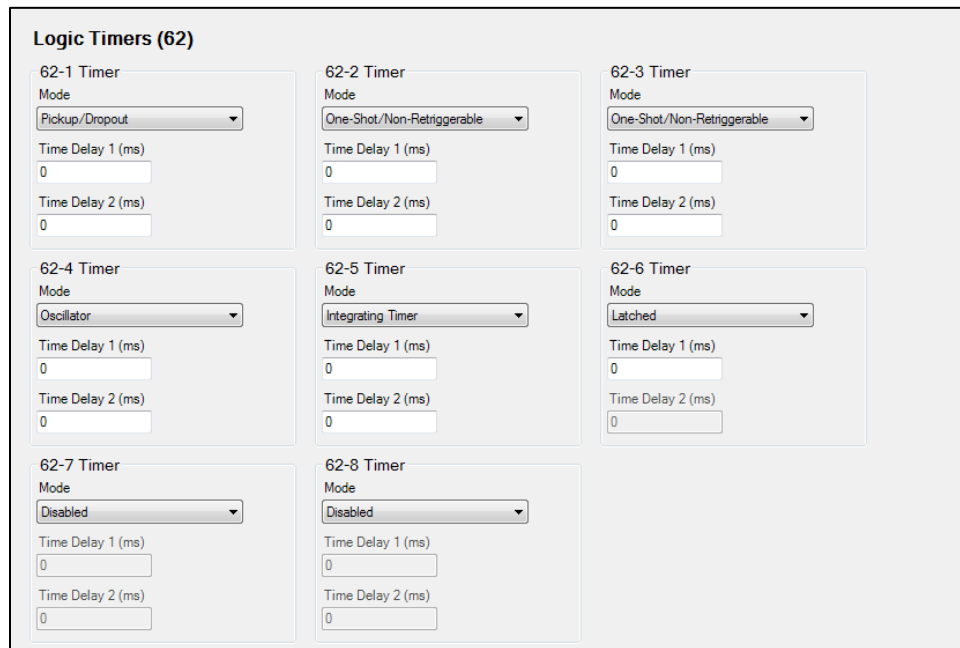

Figura 26-8. Pantalla de ajustes Cronómetros de lógica
Los ajustes operativos del elemento cronómetro de lógica se configuran en la pantalla de ajustes Cronómetros de lógica (62) (Figura 26-8), en BESTCOMSPPlus.